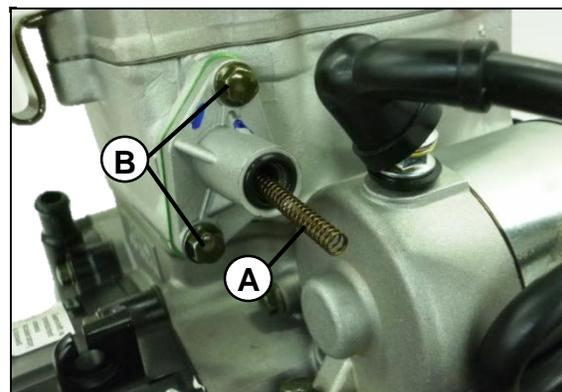

Fig. 07
Remueva el resorte (A), tener especial cuidado con el orin-g. Retire los dos tornillos (B) y retire el tensor de cadenilla. **Fig. 07**